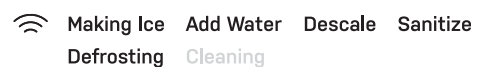

Figure 4
7. L'eau commencera à circuler et l'indicateur « Nettoyage » s'allumera sur le côté gauche de l'appareil pour confirmer que l'appareil est maintenant en cours de nettoyage. Voir figure 4. Au bout de trois minutes, l'eau s'arrêtera et le voyant 'Cleaning' s'éteindra.